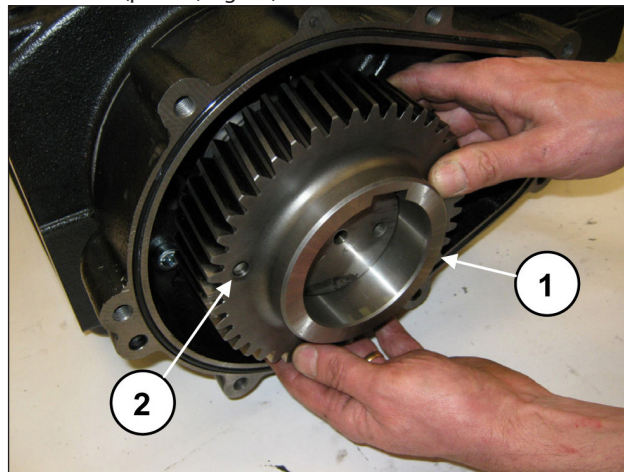

Fig. 14
Sfilare la corona (pos. ①, Fig. 14). Qualora fosse necessario è possibile utilizzare un estraattore a massa battente da applicare ai 2 fori M8 (pos. ②, Fig. 14).